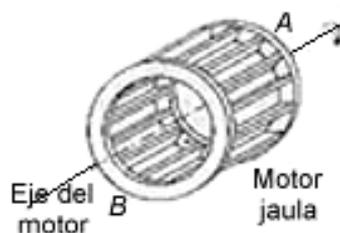

Fig. 43. Rotor jaula de ardilla.
a) **De jaula de ardilla:** Es el más común, consiste en un núcleo de hierro laminado, en cuya periferia se efectúan ranuras donde se colocan conductores o barras de cobre, que se ponen en cortocircuito en sus extremos soldándolas a anillos de cobre (Fig. 43). Al no tener colectores, escobillas, etc, son muy simples y están prácticamente libres de fallas. Funcionan a velocidad prácticamente constante y se utilizan para el accionamiento de compresores, ventiladores, bombas, etc.